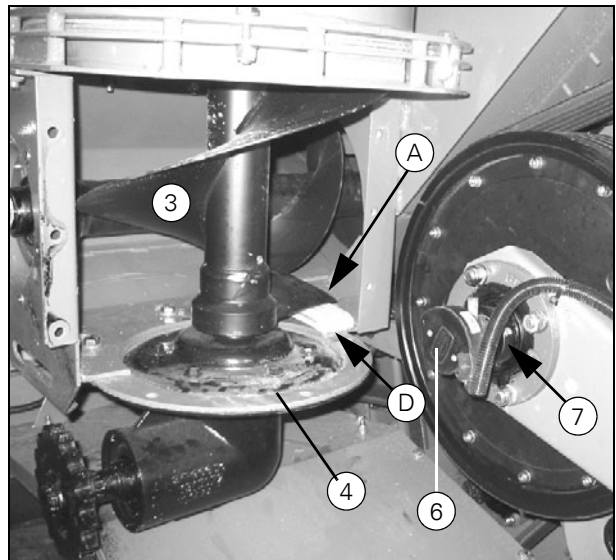

Рисунок 41
- Присоедините провода к коммутатору (Рис. 41): красный провод к +, черный провод к –.